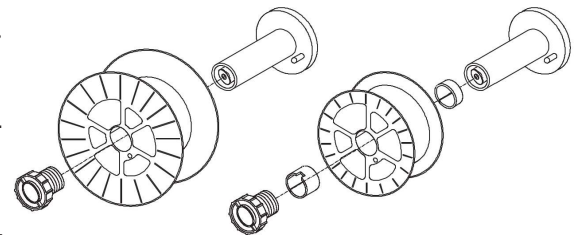

Figure 2
- Si nécessaire pour le type de bobine, insérez les entretoises comme indiqué sur la figure 2.